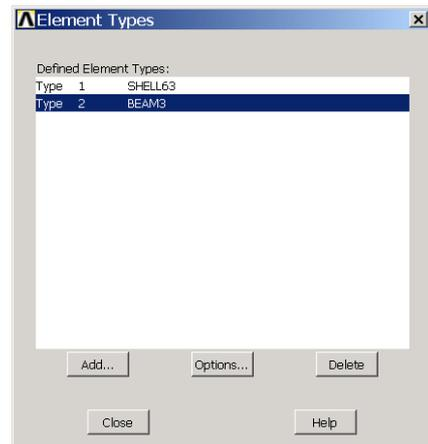
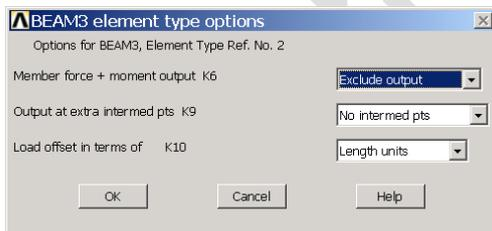

图4.4 定义的单元类型
图4.5 BEAM3单元选项
(4) 此时，单击【Apply】按钮，可继续添加别的单元类型，同时【Element type reference number】文本框中的数值将自动变为【2】。用户可以仿前面介绍的方法，定义一个 BEAM3 单元，单击【OK】按钮后，返回单元类型对话框，如图 4.4 所示。
(5) 如用户想删除单元类型，在图 4.4 所示的对话框中选中单元，单击【Delete】按钮即可。
对于不同的单元有不同的选项设置。例如刚才定义的 BEAM3 单元，在图 4.4 所示的对话框中，选中 BEAM3，单击【Options...】按钮，将弹出如图 4.5 所示的【BEAM3 element type options】对话框。BEAM3 单元只有三个选项，分别为【K6】、【K9】和【K10】，选项的设置不再详述。